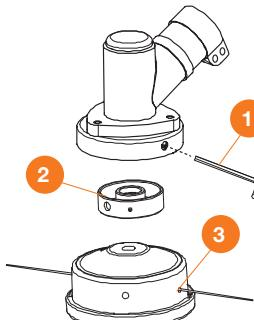

Рис. 9
- Установите верхний опорный фланец ② (Рис. 9).
- Заблокируйте вал редуктора стопорным ключом ①. Для этого совместите отверстие в редукторе и на верхнем фланце, вставьте стопорный ключ ① в отверстие.
- Закрутите косильную головку ③ в направлении против часовой стрелки.